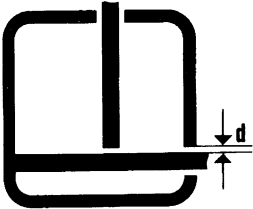

fig. 8
**Junções em ângulo interno (Fig. 8)**